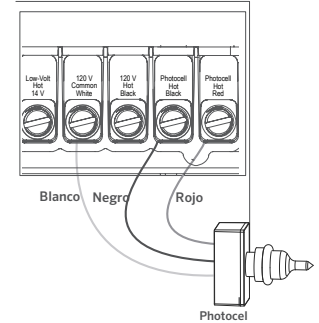

Figura 3: Cableado de la fotocélula PX
4. La fotocélula viene equipada con tres cables: un cable blanco común, un cable negro caliente y un cable rojo de conmutación. El cable blanco se instala en el borne etiquetado "120 V, común, blanco". El cable negro se instala en el borne etiquetado "Fotocélula fase negro". El cable rojo se instala en el borne etiquetado "Fotocélula fase rojo" (Figura 3).